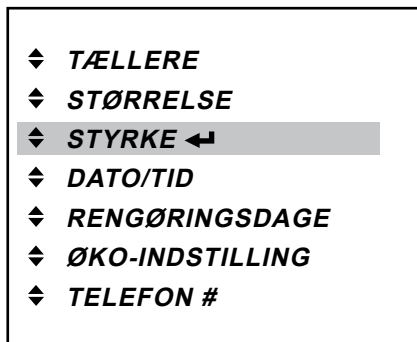

Fig. 40
1. Tryk på enter-knappen  for at gå ind i «STYRKE»-menuen (fig. 40).